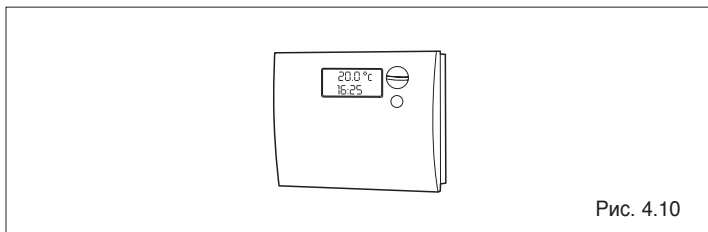

Рис. 4.10
- при размыкании и последующем замыкании контакта комнатного датчика и/или программируемого таймера (Рис. 4.10)